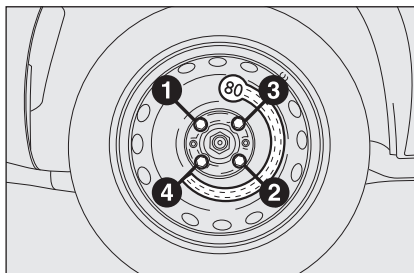

fig. 8
- ☐ utilizando la llave en dotación, apriete a fondo los tornillos, pasando alternativamente de un tornillo al otro diametralmente opuesto, siguiendo el orden numérico ilustrado en la **fig. 8**.
- ☐ utilizando la llave en dotación, apriete a fondo los tornillos siguiendo el orden numérico ilustrado en la **fig. 8**;
- ☐ utilizando la llave en dotación, apriete a fondo los tornillos siguiendo el orden representado anteriormente para la rueda de repuesto (véase la **fig. 8**);